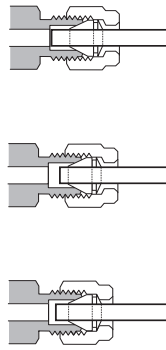

图 16 完成的接头
- 10 图 16 中显示了正确套接的连接和不正确套接的连接。请注意，正确套接的接头中的管线的一端没有破碎，且不会与密封垫圈的操作发生干扰。